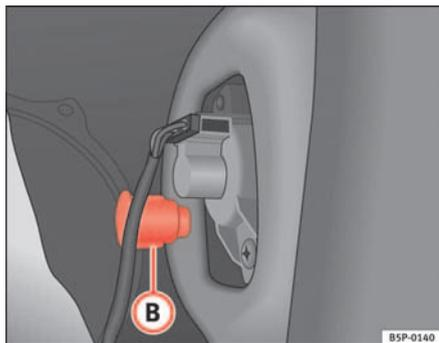

Fig. 182 Luci di posizione/arresto
- Svitare la parte in plastica ⇒ fig. 182 **B** che fissa l'indicatore. Per iniziare a girare, eventualmente aiutarsi inserendo il cacciavite nella parte.